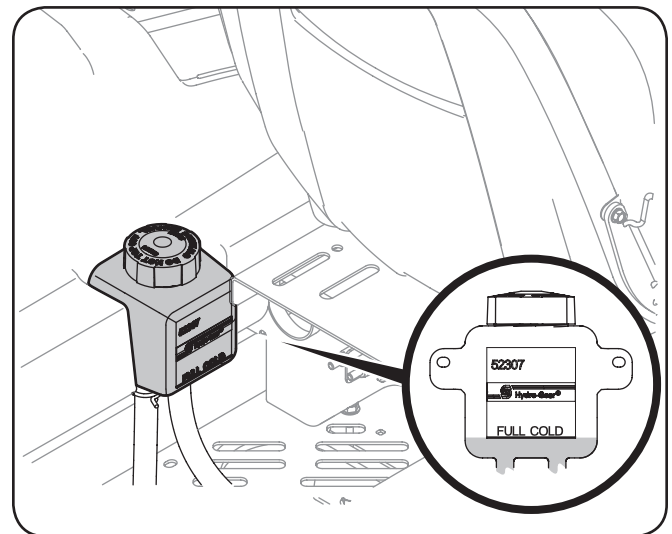

Figure 6-2
1. Basculez le siège du conducteur vers l'avant et nettoyez le bouchon du réservoir et la zone autour du bouchon afin que les débris ne contaminent pas l'huile. Voir Figure 6-2.
2. Tournez le bouchon dans le sens anti-horaire pour le retirer, puis vérifiez le niveau d'huile. Il doit y avoir de l'huile au fond de la cuvette, cependant le niveau d'huile NE doit PAS dépasser la marque PLEIN FROID (FULL COLD). Voir Figure 6-2. NE REMPLISSEZ PAS CE RÉSERVOIR.